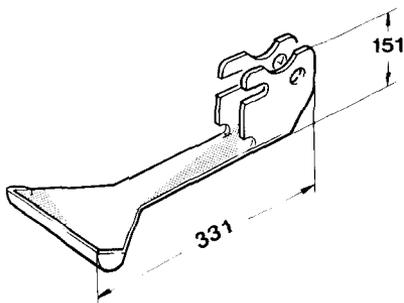

Fig. 17
- a) Bremshebel (Fig. 17) für alle Kombinationen, außer Kombinationen mit Rüttelegeren RE/REV 30.